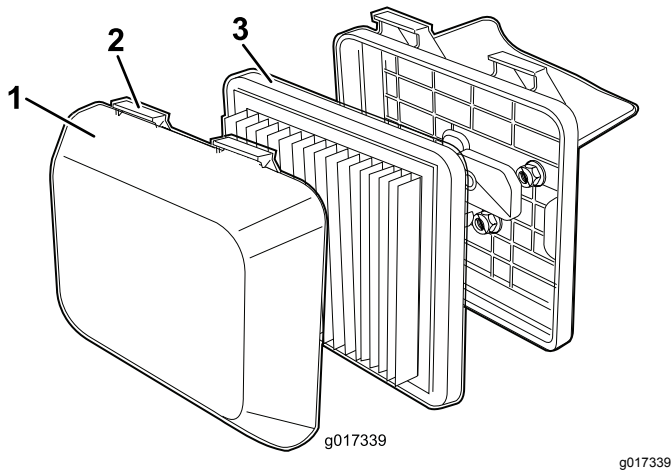

Figura 21
1. Presione hacia abajo los cierres de la parte superior de la tapa del limpiador de aire (Figura 21).
3. Retire el filtro (Figura 21).